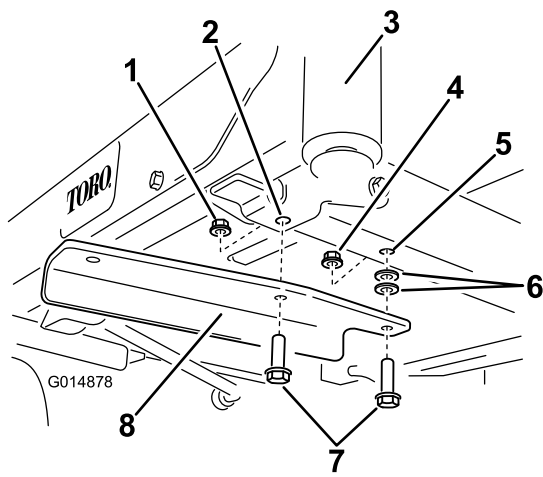

Figure 5
3. Fixez le support au cadre au moyen de deux boulons (3/8 x 1-1/4 pouces), deux rondelles et deux contre-écrous (3/8 pouce) (Figure 5). Un contre-écrou provient des pièces détachées et l'autre est réutilisé après a été déposé.